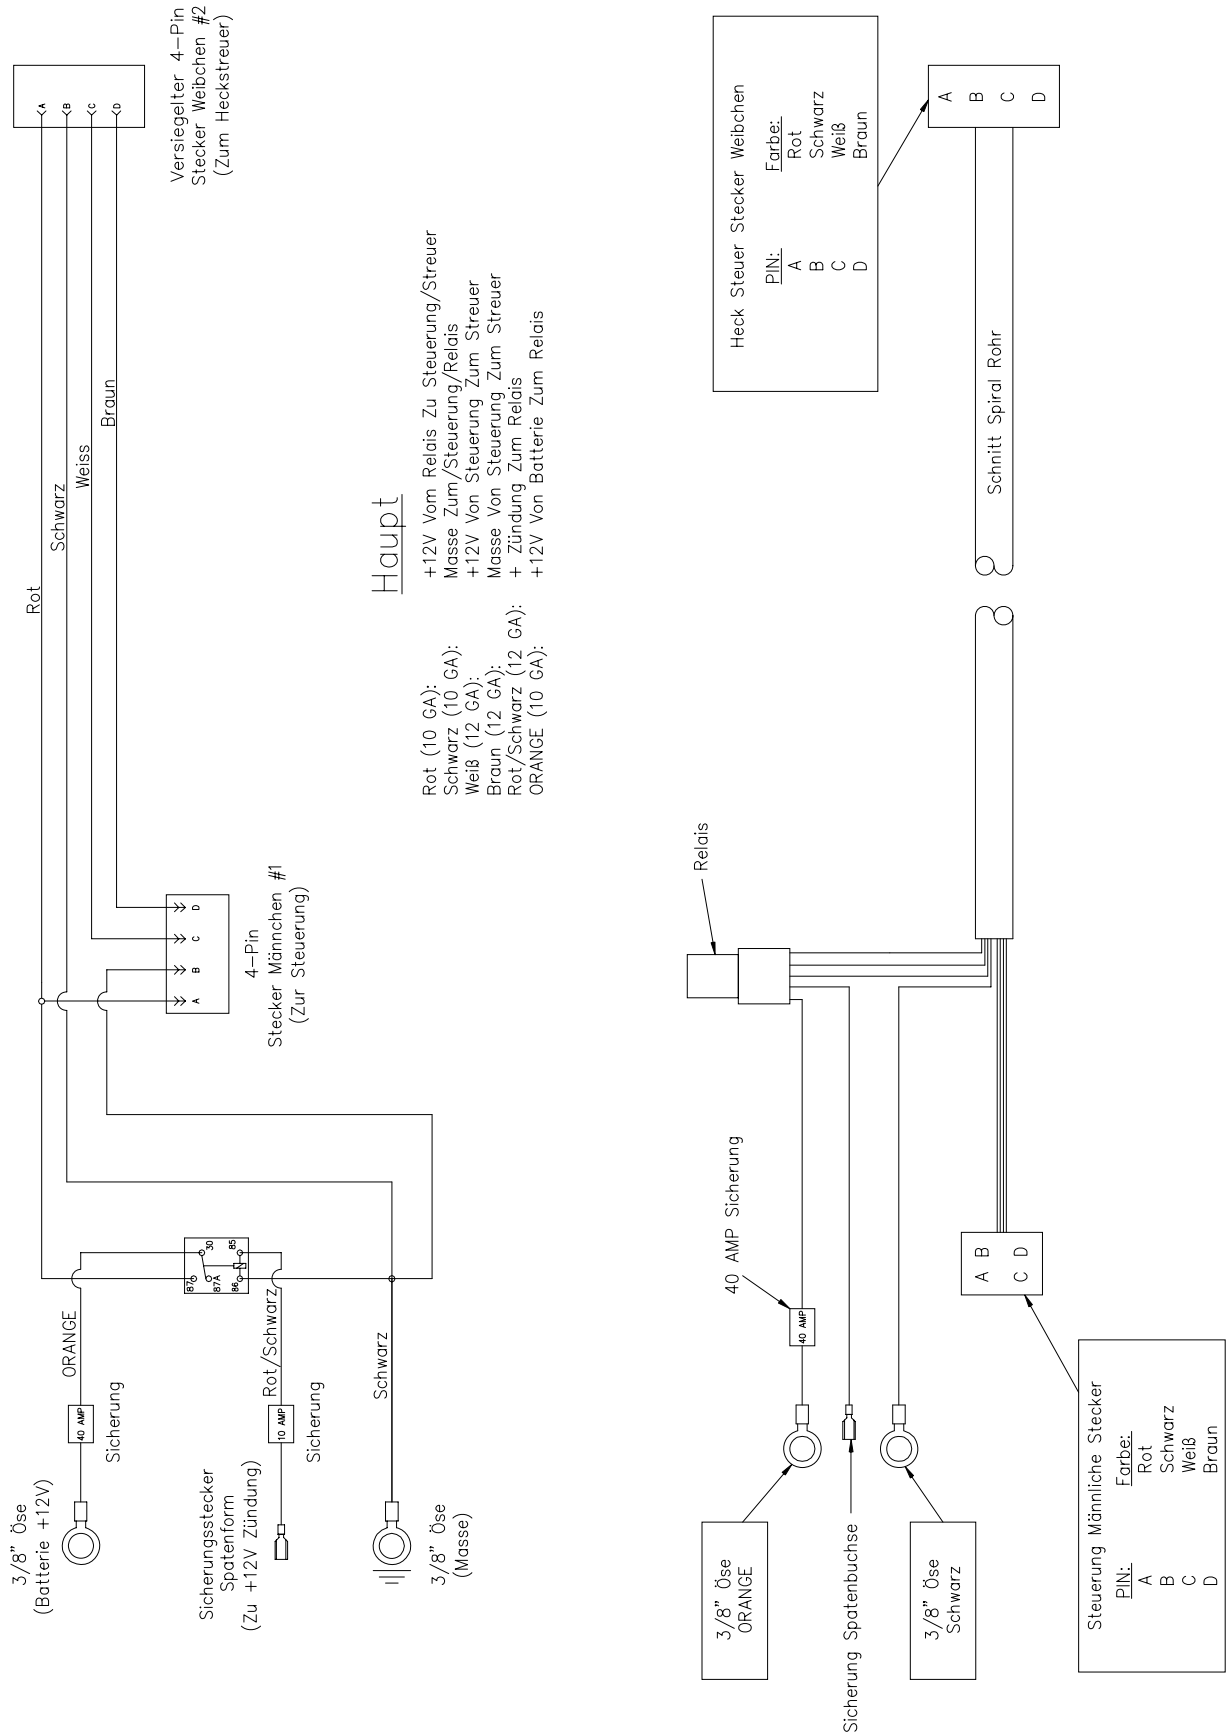

Bild 16. Fahrzeug Seite Verkabelungs Diagram (TGS05810)
1. Siehe Bild 16. Beginnen Sie an der Rückseite des Fahrzeuges. Befestigen Sie den 4-pin, versiegelten Verbinder (Weibchen #2) mit Kabelbindern (MSC04088) in der Nähe der Mitte der Heckstoßstange.